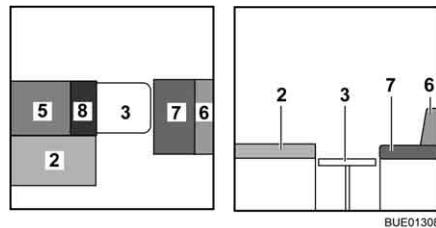

Fig. 134 Durante la trasformazione
- Posizionare il cuscino aggiuntivo (Fig. 134,8) sul tavolo.